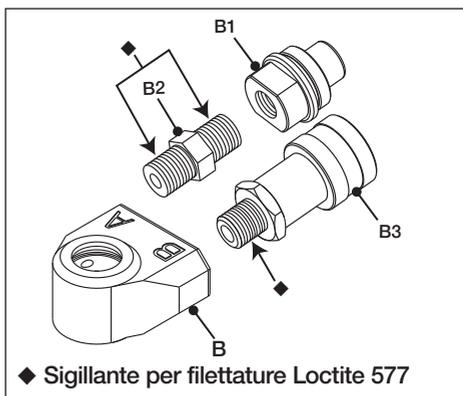

Figura 25
**NOTA** Se rimossi in precedenza, reinstallare i raccordi (B1 e B3) e l'adattatore (B2) prima di installare il girevole (B) sul perno girevole (F). Utilizzare una morsa con ganasce morbide per trattenere il girevole dopo avere installato i raccordi e l'adattatore.
- Applicare il sigillante Loctite 577 sulle filettature del raccordo femmina (B3) e sull'adattatore (B2). Per le posizioni, vedere (◆) nella figura 25.